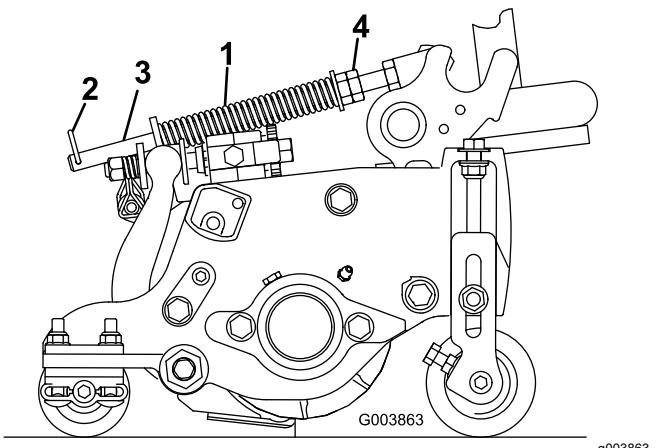

Figura 54
A mola de compensação do gramado (Figura 54) transfere o peso do rolo dianteiro para o rolo traseiro. Isso ajuda a reduzir um padrão de ondulação na grama, também conhecido como marcelagem ou oscilação.
- Certifique-se de que o grampo esteja instalado no orifício traseiro da haste da mola (Figura 54).
- Aperte as porcas sextavadas na extremidade dianteira da haste da mola até que o comprimento da mola comprimida seja de 15,9 cm (6,25 pol.); consulte o tópico Figura 54.